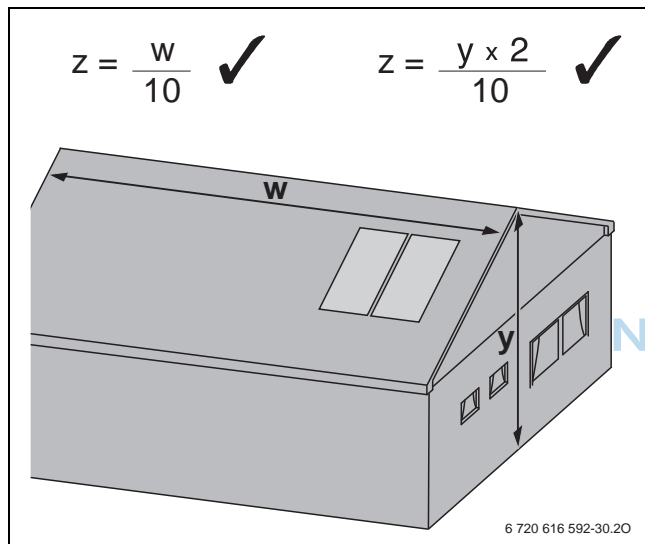
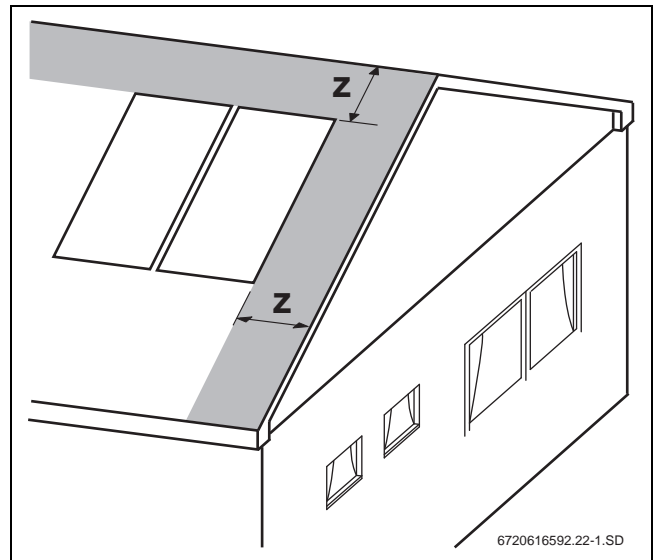

Bild 173 Mögliche Formeln zur Berechnung des Mindestabstands vom Randbereich
Bild 174 Mindestabstand vom Randbereich auf geneigten Dächern
- ▶ Zum Randbereich des Dachs Mindestabstände gemäß Bild 173 und Bild 174 einhalten.